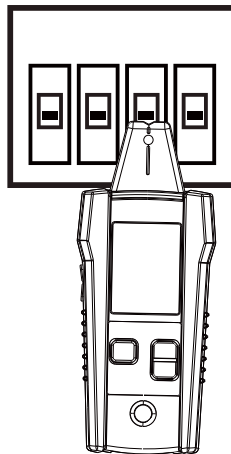

Figura 3.2c: Alinee la ranura del sensor de punta con el disyuntor/fusible
2. Alinee la marca del sensor de punta con el disyuntor/fusible a lo largo (consulte la Figura 3.2c).